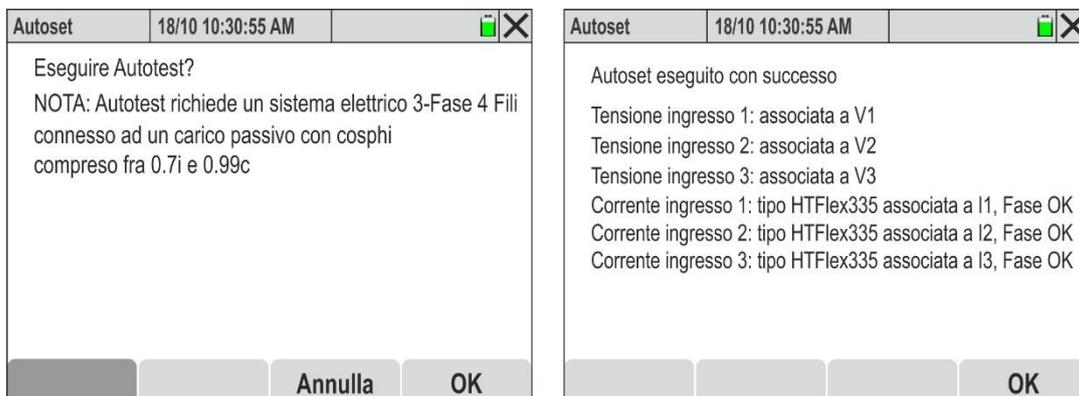

Fig. 71: Esecuzione Autoset senza errori di collegamento
3. Toccare il tasto "**Autoset**". La videata di Fig. 71 – parte sinistra (**relativa ad un sistema trifase 4-fili**) è mostrata a display
5. Confermare toccando il tasto "OK" → La funzione è eseguita e dopo alcuni istanti la videata di Fig. 71 – parte destra è mostrata a display in caso **Autotest corretto**. I seguenti parametri sono controllati: